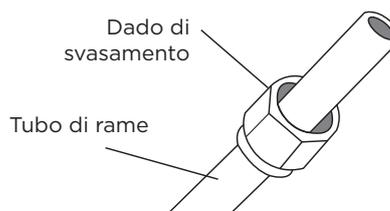

Fig. 7.6
3. Posizionare i dadi svasati su entrambe le estremità del tubo. Assicurarsi che siano rivolti nella giusta direzione, perché non è possibile riposizionarli dopo lo svasamento. Vedi Fig. 7.6